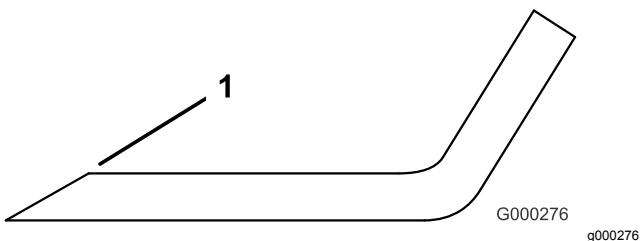

Figura 33
3. Inspecione as extremidades de corte de todas as lâminas. Afie as extremidades de corte se estas apresentarem sinais de desgaste ou ranhuras. Afie apenas o lado superior da parte cortante e mantenha o ângulo de corte original para garantir um desempenho eficaz da lâmina (Figura 33). A lâmina mantém o equilíbrio se for retirada a mesma quantidade de metal de ambas as partes cortantes.